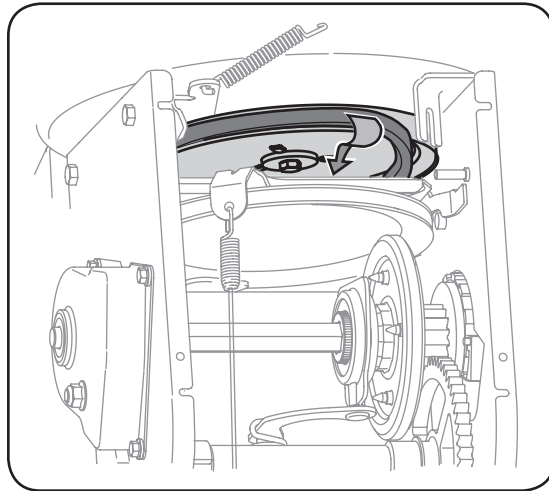

Figure 6-8
5. Débranchez le ressort du support du châssis. Dégagez la courroie de la poulie de la tarière et faites glisser la courroie en le support et la poulie de la tarière. Remontez la courroie de la tarière en procédant dans l'ordre inverse. Voir la Figure 6-8.
3. Embrayez la commande et assurez-vous que la roue de frottement est en contact avec la poulie motrice. Voir la Figure 6-8.